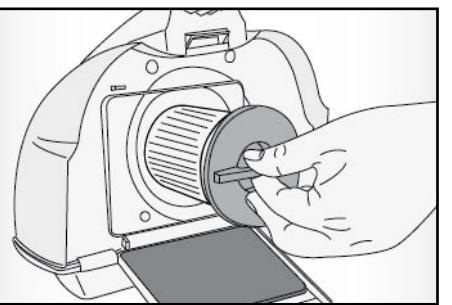

Fig. 8
- Per una pulizia interna del contenitore (A), è possibile rimuovere il filtro lavabile, ruotandolo in senso antiorario ed estraendolo verso l'esterno (Fig. 8).